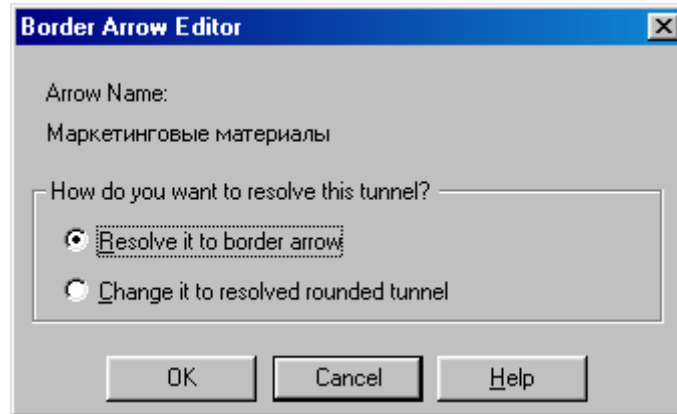

Рисунок 3.13 – Диалоговое окно *Border Arrow Editor*
- В диалоговом окне *Border Arrow Editor* (Редактор Граничных Стрелок) выберите опцию *Resolve it to Border Arrow* (Разрешить как Граничную Стрелку) (рисунок 3.13);